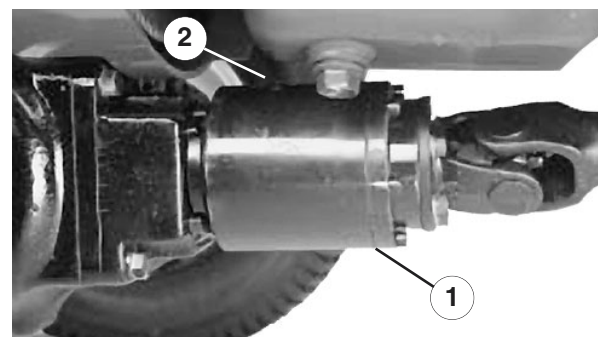

Bild 8
2. Drehen Sie die Kupplung (Bild 8), so dass die Prüfschraube (im Bild auf 12 Uhr positioniert) auf 16.00 Uhr positioniert ist.